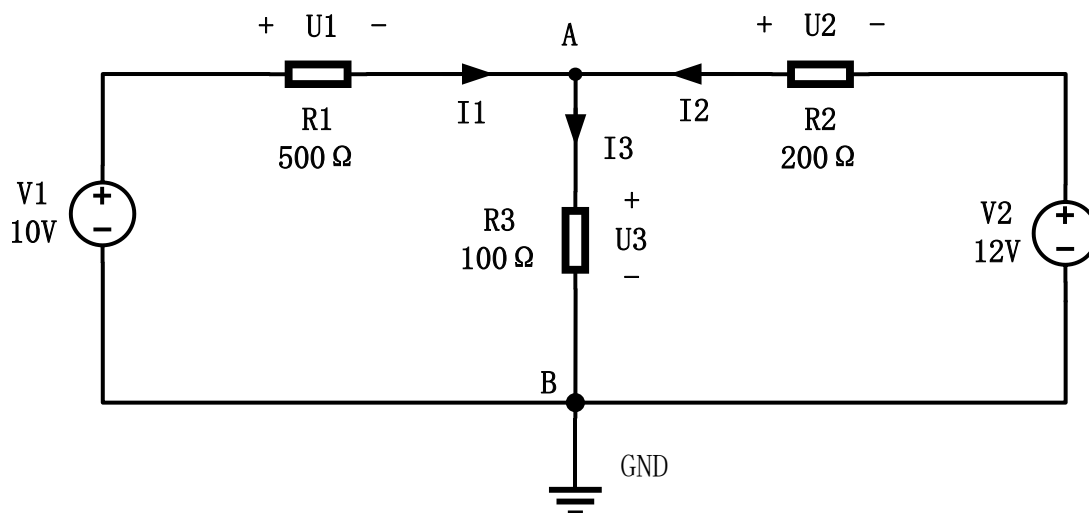

图 1 实验电路
(1) 按图 1 所示实验电路建立电路。按表 1 用电压表和电流表测量各电阻两端电压和各支路电流。分析说明测量结果。